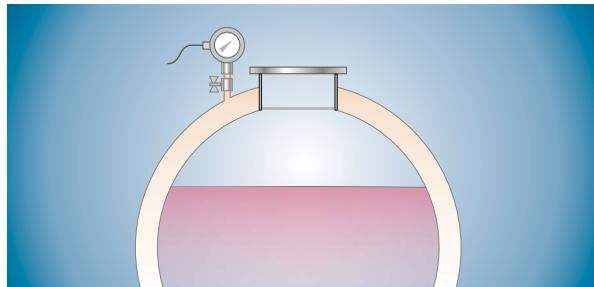

Рис. 3. Применение манометра для контроля герметичности двухстенных резервуаров.
Комплект манометра с сигнализатором, например, может применяться для контроля герметичности межстенного пространства двустенного резервуара (рис. 3), а также для двустенной арматуры на АГЗС, ГНС.
2) Для контроля резервуаров хранения СУГ используются манометры ДМ2010 (ДМ2005) или ЭКМ-100 (ЭКМ-160) с диапазоном измерения от нуля до верхнего предела давления в межстенном пространстве в нормальном и аварийном режимах. В данном случае возможно как понижение давления - при разгерметизации наружной стенки резервуара, так и его повышение - при разгерметизации внутренней стенки резервуара (рис. 3).